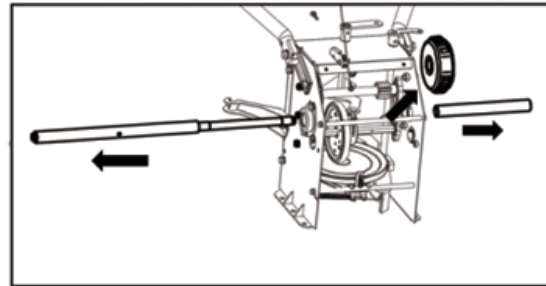
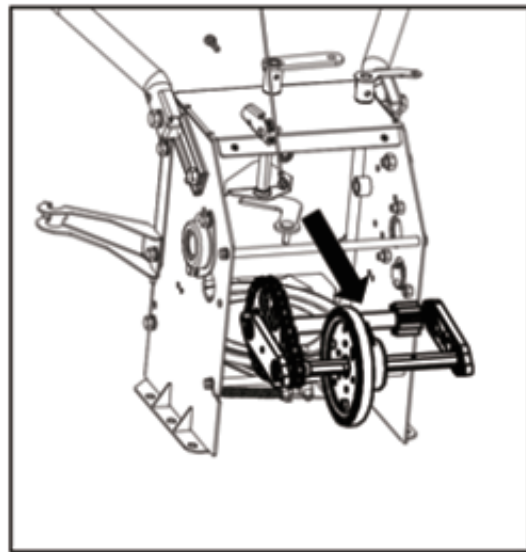

Рисунок 25
Рисунок 26
3. Вытянуть длинный и короткий приводные валы, снять дифференциал (см. Рисунок 25). С силой потянуть за шестигранный вал, снять шестигранный вал и переходной вал в сборе (см. Рисунок 26).